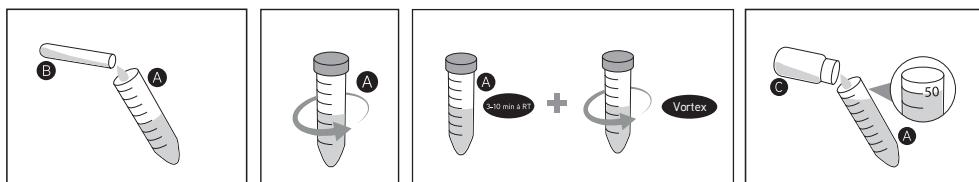

Fig. 3 : Décontamination et de Fluidification
**Phase de décontamination et de fluidification (fig.3) :2,3**
1. Ouvrir le tube de Myco TB™ SOLUTION (B).
2. Transvaser tout le contenu (5mL) à l'intérieur du TUBE DE RÉACTION (A) contenant déjà l'échantillon.
3. Refermer le tube de Myco TB™ SOLUTION (B) et l'éliminer.
4. Refermer le TUBE DE RÉACTION (A).
5. Placer le TUBE DE RÉACTION (A) sur un vortex à 2000/2500 tr/min pendant 10 à 30 secondes en fonction de la consistance de l'échantillon original. Il est conseillé de placer l'agitateur sous la hotte à flux laminaire.(3)
6. Laisser reposer le TUBE DE RÉACTION (A) à température ambiante sous la hotte à flux laminaire pendant une durée comprise entre 3 et 10 minutes.
7. Après un temps de repos minimum de 3 minutes, bien mélanger sur vortex le TUBE DE RÉACTION (A) et vérifier l'état de fluidisation de l'échantillon. **REMARQUE** Si l'échantillon n'est pas fluidisé prolonger de 10 minute au maximum le temps de repos du TUBE DE RÉACTION (A).
8. Ouvrir le TUBE DE RÉACTION (A) et le placer sur un support.
9. Ouvrir le TUBE DE NEUTRALISATION (C).
10. Transvaser le contenu du TUBE DE NEUTRALISATION (C) dans le TUBE DE RÉACTION (A) pour porter le volume à 50mL.